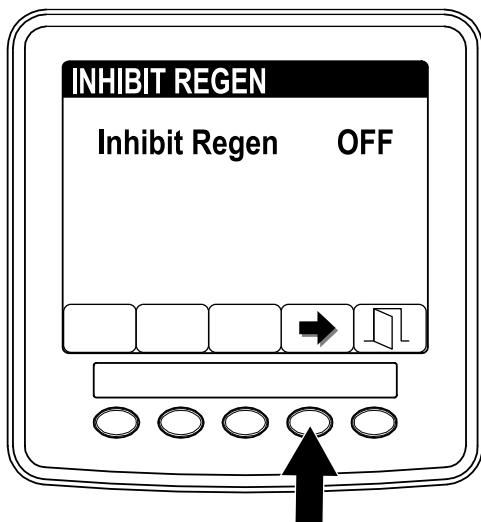

Figura 42
- Premete il pulsante 4 per modificare l'impostazione dell'inibizione della rigenerazione da On a Off (Figura 42) o da Off a On.